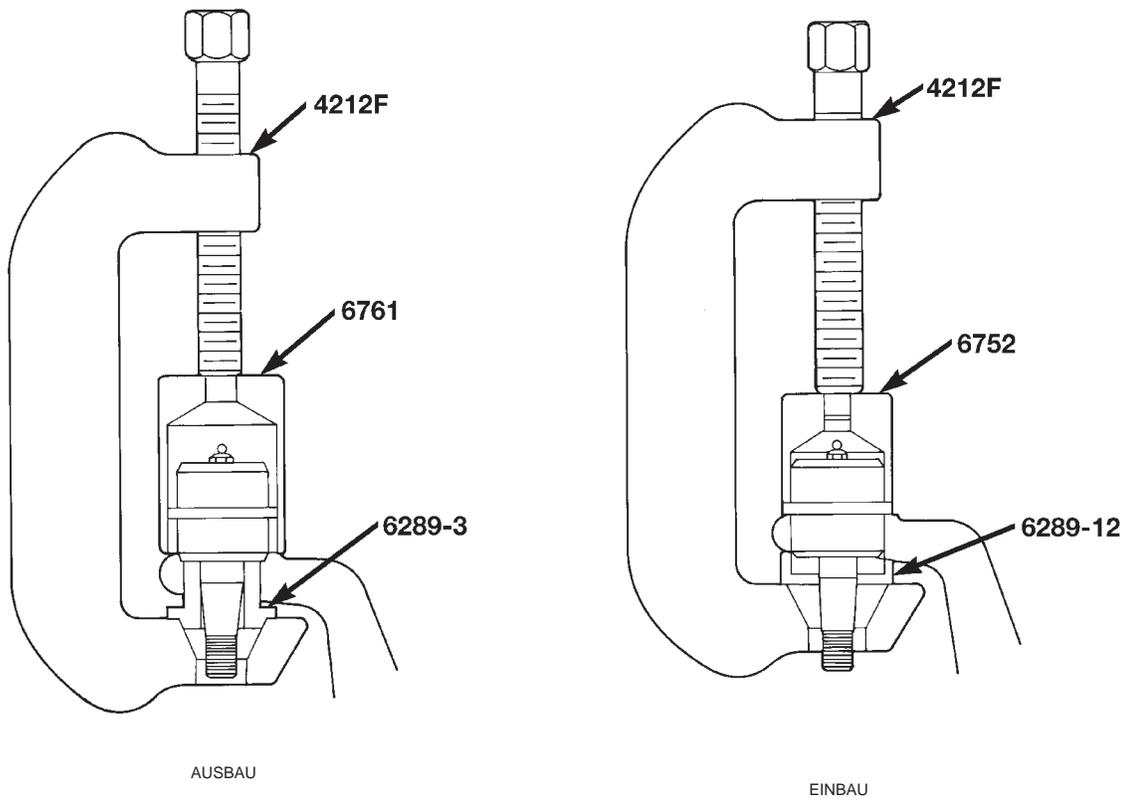

Abb. 22 Oberen Kugelkopf aus-/einbauen
(1) Werkzeuge gemäß Abbildung anbauen, um den oberen Kugelkopf aus-/einzubauen (Abb. 22).